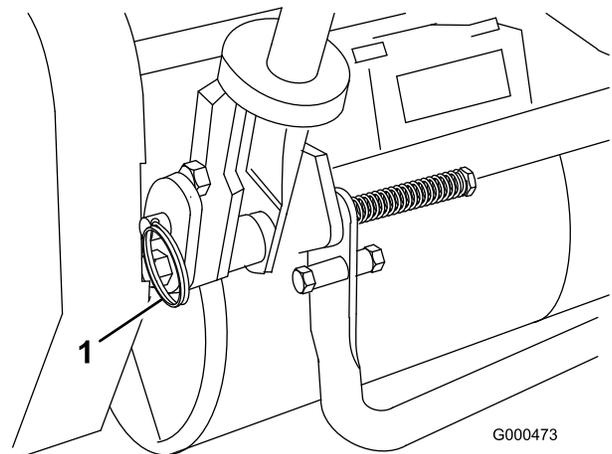

Bild 12
- Nehmen Sie auf jeder Seite des Rasenmähers die Splints von den Ringstiften ab (Bild 12).
- Stützen Sie den Griff ab. Nehmen Sie die Ringstifte auf jeder Seite ab. Lassen Sie den Griff auf die gewünschte Position ab oder heben Sie ihn an (Bild 12).